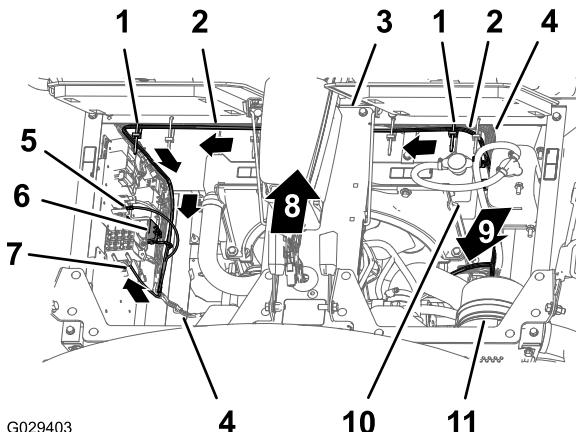

Figura 12
3. Enrute el ramal del compartimiento del motor de 197 cm del arnés de cables hacia abajo por el lateral izquierdo del radiador y por la parte inferior del panel eléctrico (Figura 12).
4. Sujete el arnés de cables del kit de acabado al arnés de cables de la máquina con 2 sujetacables como se muestra en Figura 12.